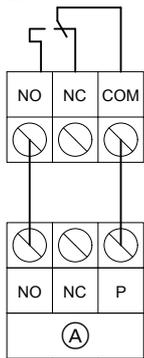

Abb. 42
- Falls eine Kaskade und ein WAGO Gateway angeschlossen werden, muss eine Doppelbelegung am CAN-BUS Stecker vorgenommen werden. Beide CAN-BUS Enden müssen einen Abschlusswiderstand haben (max. 2 Abschlusswiderstände im System). Falls ein WAGO Gateway parallel zu den CAN-BUS Enden eingebaut wird, 120-Ω-Abschlusswiderstand am Gateway entfernen. Anschluss Kaskade siehe Abb. 42
- Falls das WAGO Gateway den Abschluss der CAN-Leitung stellt: Schalter am Kaskadenkessel der dem WAGO Gateway am nächsten ist, auf „Off“ (1) stellen.